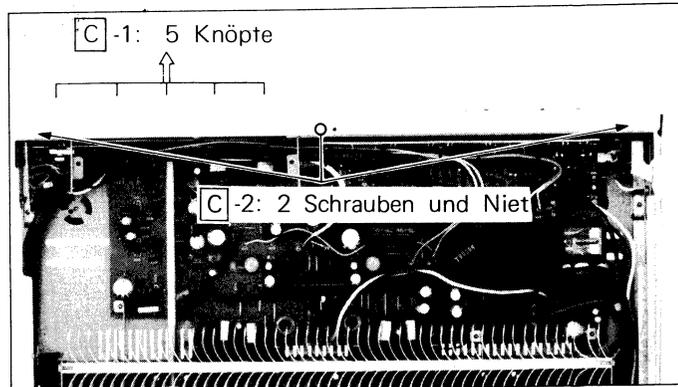

Abbildung 3-3
1. Die fünf Knöpfe (Baß-/Höhenregler/Eingangswahlschalter/Balance-/Lautstärkereger) aus der Frontplatte ziehen. (Siehe Abbildung 3-3.)